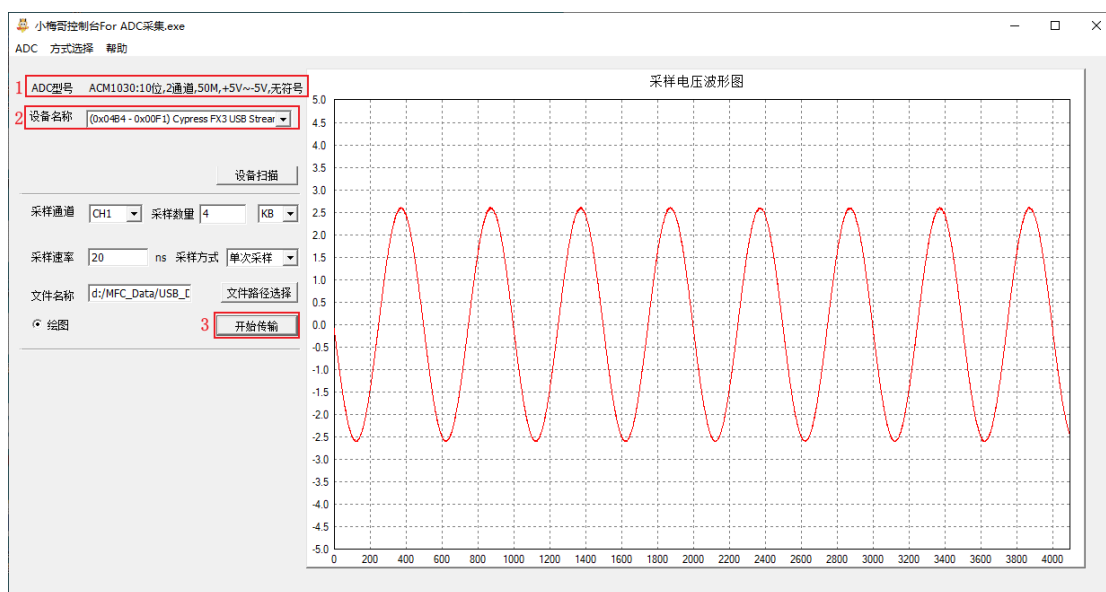

图 1-33 数据采集上位机显示图
4. 点击开始传输之后，可以看到在右边采样电压波形图界面可以直观看波形图，如下图 1-33 所示。需要注意的是波形图的横坐标对应的不是频率，而是采样数量。